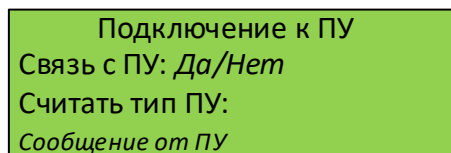

Рис. 3.16
3.4.4.3.1. Подключение к ПУ выполняется с использованием параметров, введенных в пункте 3.4.5.2. Вид страницы изображен на рис. 3.16